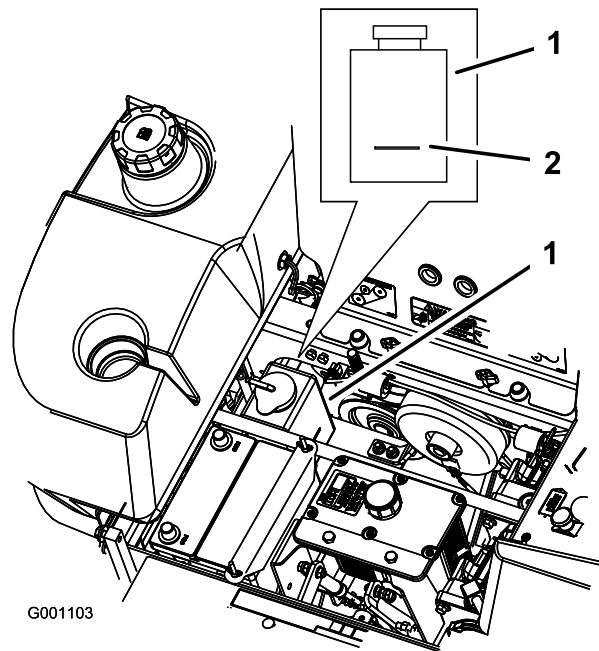

Figura 47
3. Con el motor frío, compruebe el nivel del depósito de expansión. El nivel de líquido debe llegar a la línea en relieve en el exterior del depósito de expansión (Figura 47).
4. Si el nivel de refrigerante es bajo, añada una mezcla al 50% de anticongelante de larga vida/Dex-Cool® y agua al depósito de expansión (Figura 47).
5. Añada la mezcla al 50% de refrigerante al depósito de expansión y llénelo hasta la línea marcada en el depósito (Figura 47).